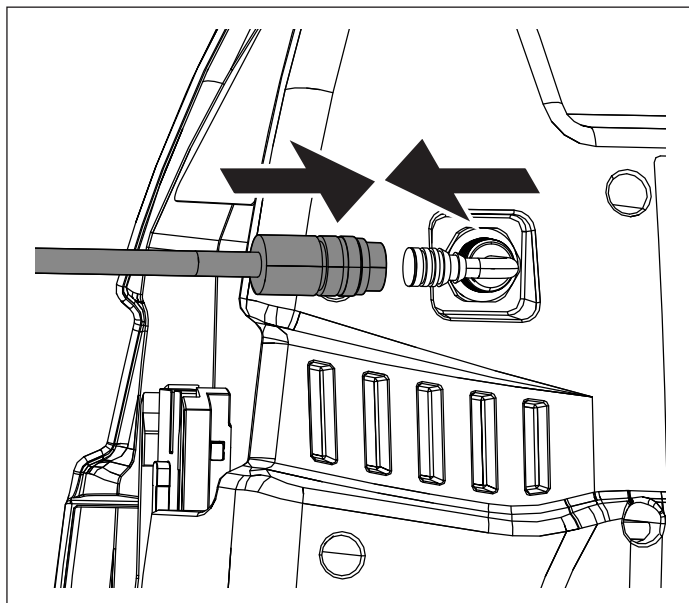

図6:ペンダント接続
2. ペンダントケーブルをポンプシュラウドのピグテールコネクタに接続します。図6を参照してください。
4. ピグテールコネクタからペンダントケーブルの接続を外します。図6を参照してください。